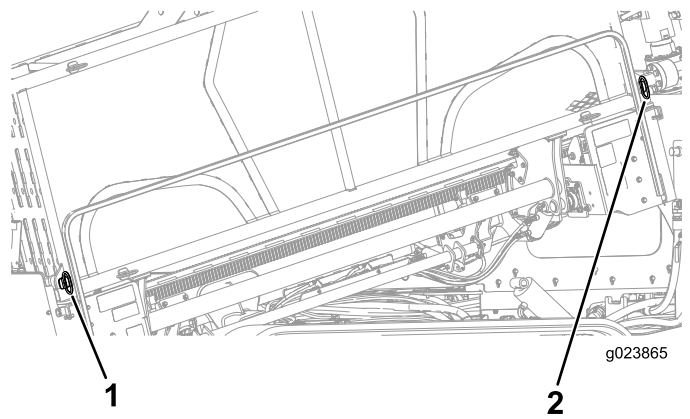

Bild 60
2. Nehmen Sie die unteren und oberen Stifte aus dem Rohrhalter (Bild 60).